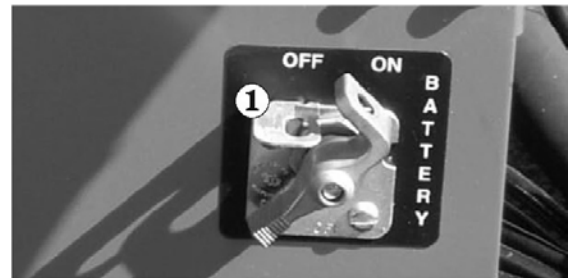

Fig. 9.7
Sätt **batterifrånskiljaren** ① i läge "FRÅN" (se Fig. 9.7).